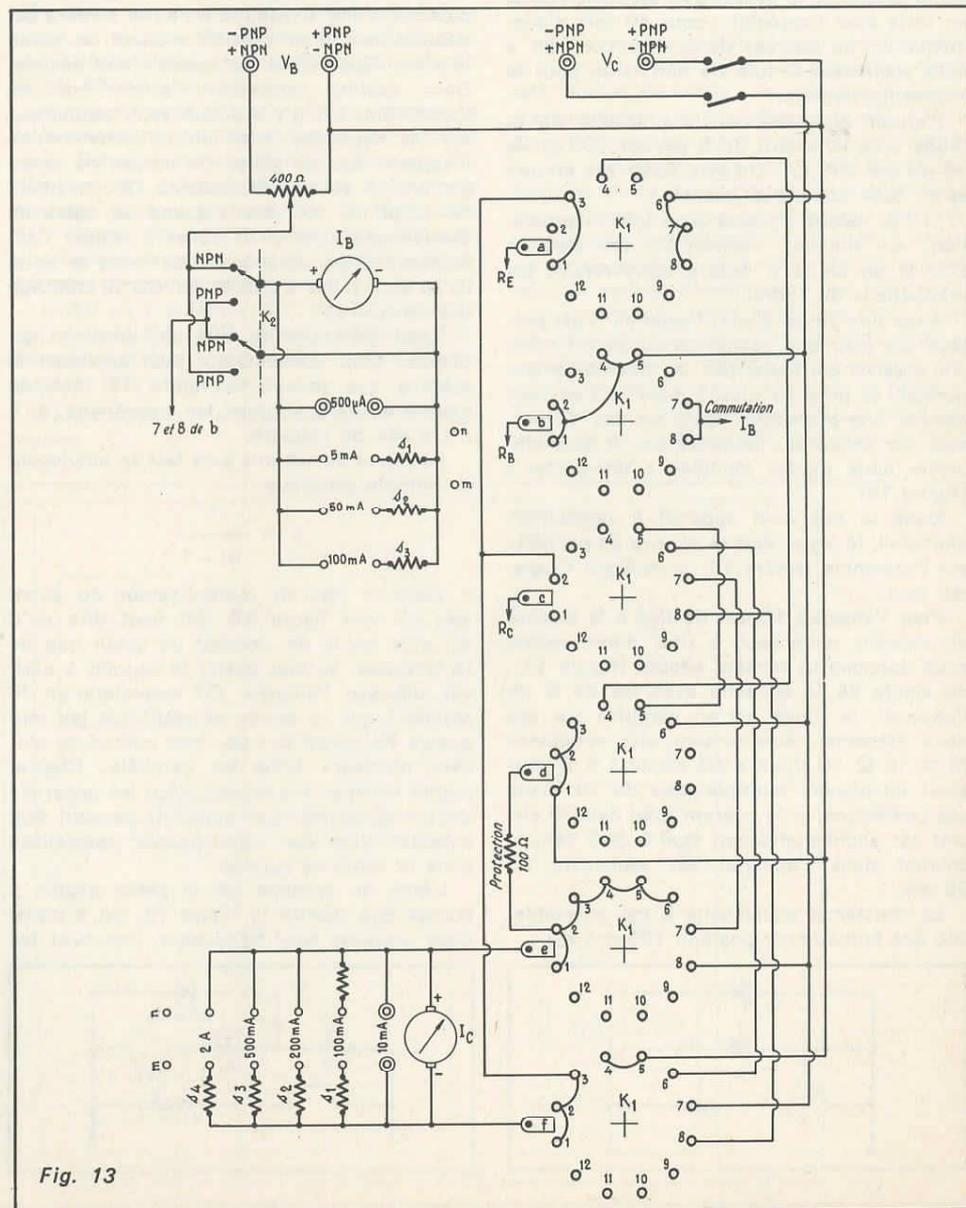
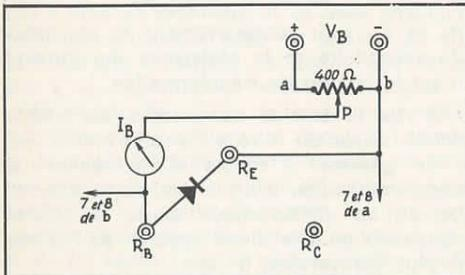

Fig. 13
Fig. 21
La face « connexion » est montrée à la figure 13, les composants étant vus par transparence (réelle ou supposée). Les deux figures 12 et 13 sont évidemment symétriques par rapport à un axe horizontal ZZ' que nous avons indiqué sur la figure 13, la figure 12 étant au-dessus de celle-ci.
- 4° préparer des points-relais PR1, PR2 et PR3 visibles sur figure 13 ;
Pour simplifier les commutations, on a tout simplement admis que l'on connecterait les arrivées d'alimentations dans la polarité exigée par le type de transistor à essayer. (Sur le schéma les douilles citées pour la face avant ne sont pas figurées, c'est une connexion directe) schéma général : figure 13.
Dégageons du schéma général donné figure 13 la figure 21 qui montre la disposition du circuit pour le relevé de la caractéristique directe d'une diode. Un élément  $1,4 \text{ V}$  est connecté en  $V_B$  le + au + ;  $K_1$  et  $K_2$  sont placés sur NPN (n° 8). Un contrôleur sur sensibilité  $3 \text{ V}$  est relié aux bornes  $R_E, R_B, R_C$ . Les fils de la diode sont enfilés dans les logements E et B d'un support de transistor ou serrés sous les bornes respectivement la cathode en  $R_E$  et l'anode en  $R_B$ .